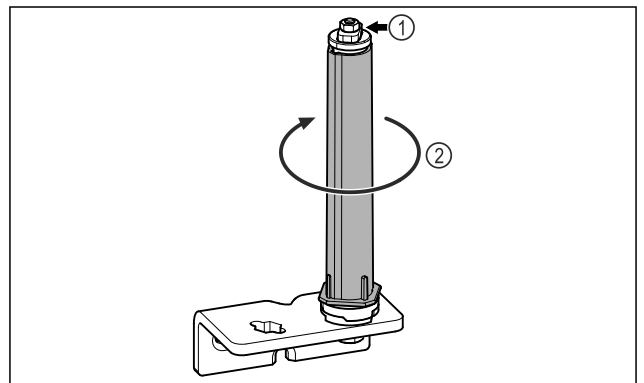

Fig. 21
- ▶ Не розбирати систему закриття дверей Fig. 21 (1).
- ▶ Повертати систему закриття Fig. 21 (2) до кляцання.